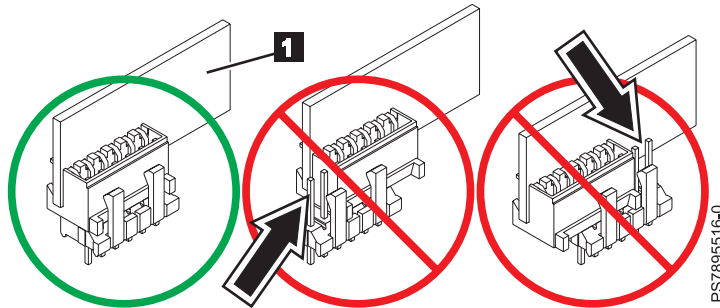

Figure 39. Installation de la carte de gestion
Pour installer la carte de gestion (repère **1** dans la figure 39), procédez comme suit :
4. Insérez la carte de gestion (voir repère **1** dans la figure 39) et vérifiez qu'elle est bien fixée sur le connecteur et placée le plus bas possible sur la carte principale.